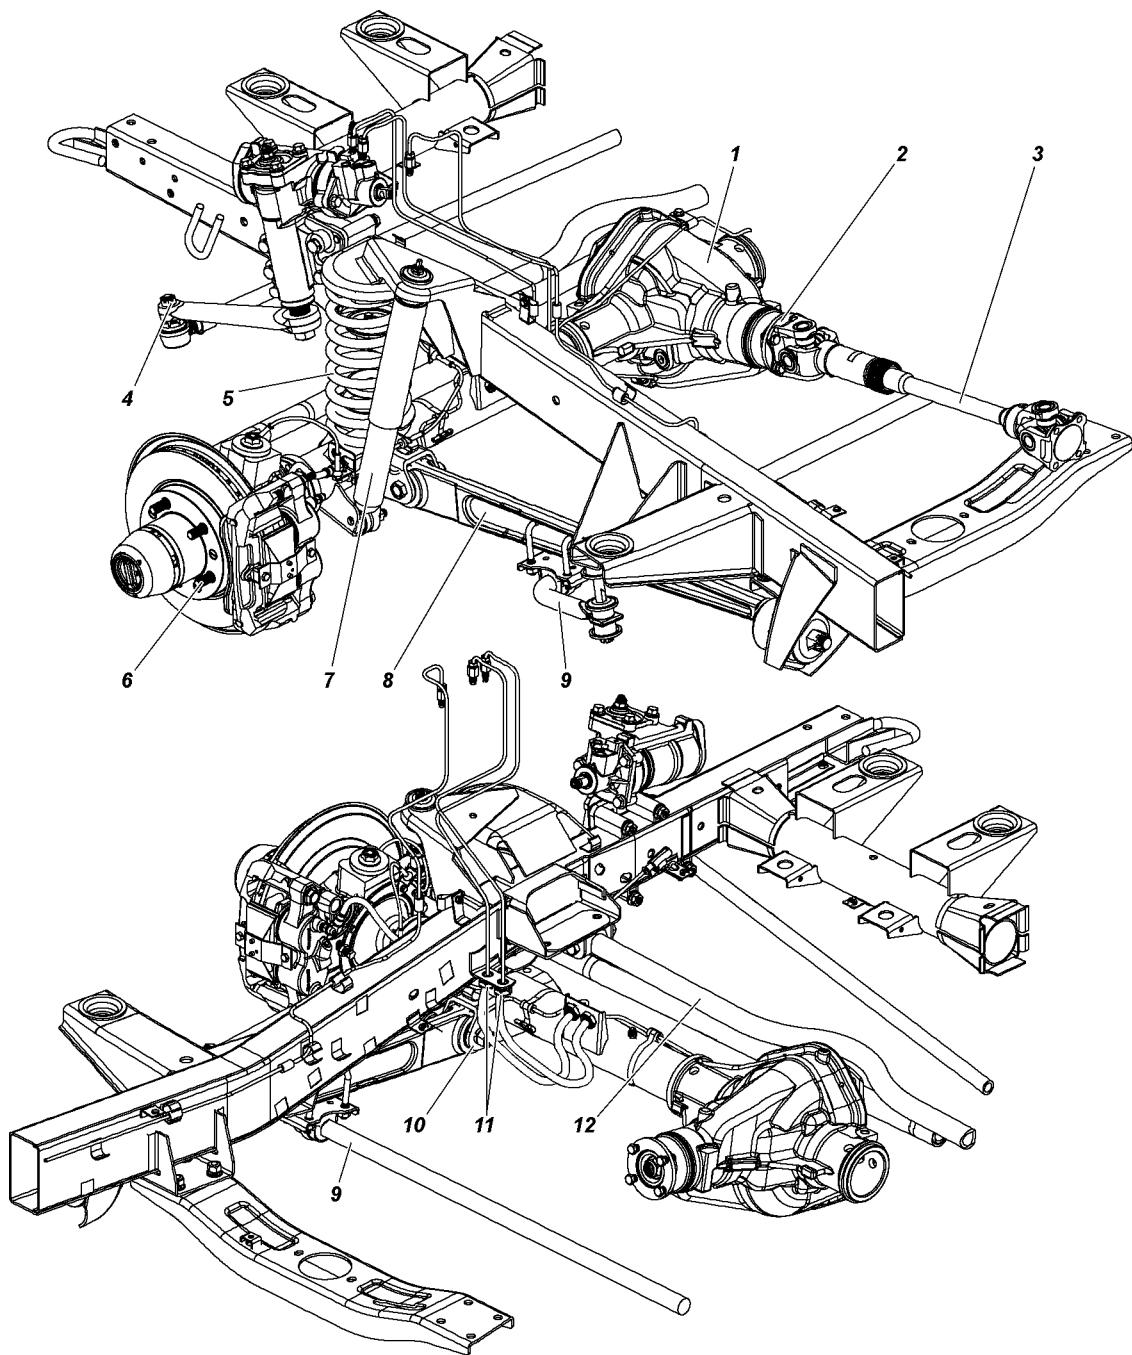

Рис. 9.16. Снятие переднего моста:
3. Отсоедините на левом лонжероне трубопровод гидравлической тормозной системы от гибкого шланга. Отверните гайки 11 (рис. 9.16) крепления гибкого шланга и снимите их.
5. Отверните гайки крепления нижних концов амортизаторов 7 (см. рис. 9.16), отсоедините амортизаторы.